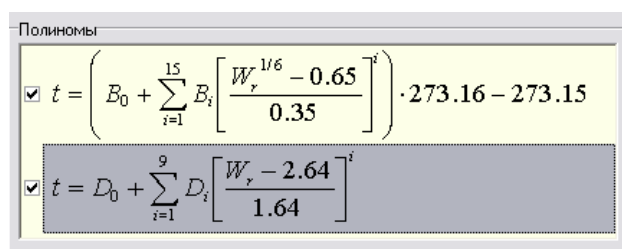

Рисунок 3.8
3.2.2.10. Для автоматического выбора типа полинома МТШ-90 по значению относительного сопротивления  $W_i = R_i / R_{tt}$  необходимо в окне редактора градуировок проставить обе галочки напротив данных полиномов (рисунок 3.8).